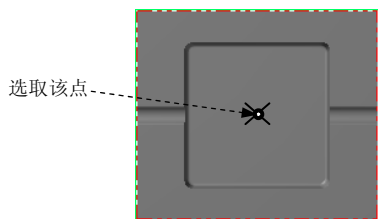
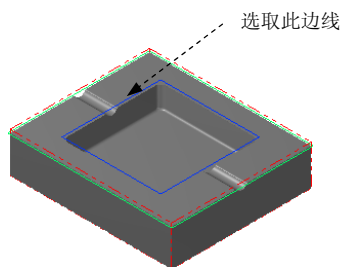

图 11.22 定义基准点
图 11.23 绘制矩形边界
出“矩形”工具栏。在“矩形”工具栏中确认按钮被按下,选取图 11.22 所示的坐标原点,然后在后的文本框中输入 89,在后的文本框中输入 89,按 Enter 键。单击按钮,完成矩形边界的绘制,结果如图 11.23 所示。
(3) 单击 **边界范围** 区域的  按钮, 系统弹出“串连选项”对话框, 采用“串联方式”选取图 11.23 所示的边线, 单击  按钮。
(4) 单击  按钮, 完成加工区域的设置, 同时系统弹出“曲面精加工等高外形”对话框。